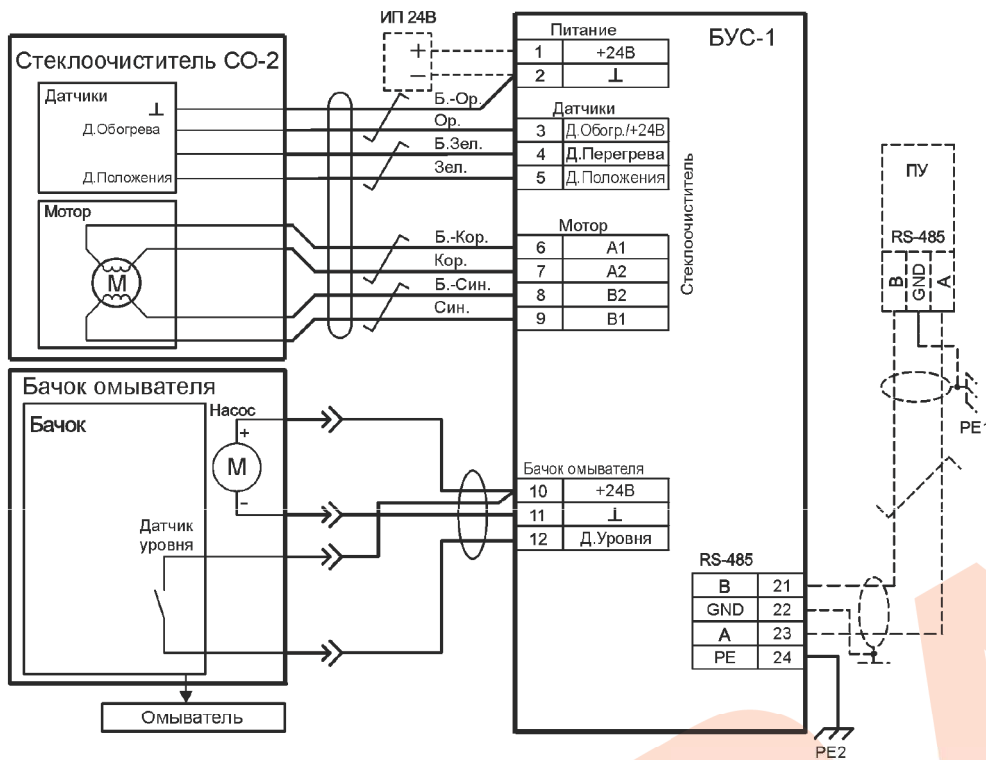

Рис.4. Схема подключения стеклоочистителя, омывателя, бачка омывателя и пульта управления оператора (в комплект поставки не входит) к БУС-1.
1. Подключите стеклоочиститель, систему подачи воды (при её наличии), пульт управления оператора (ПУ) и источники питания (ИП) к БУС-1 в соответствии со схемой рис. 4.